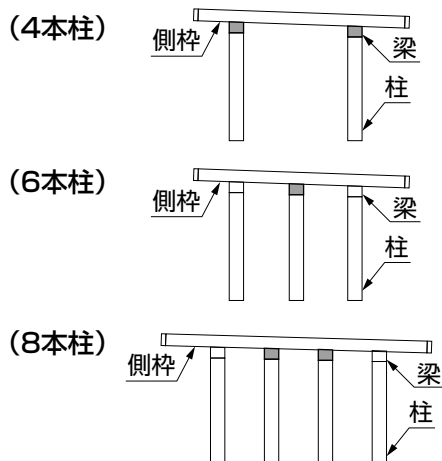

図4-10 側枠取付金具取付位置
- ① 図4-10の取付け位置の梁の水下側に側枠取付金具を仮当てし、取付用の下穴φ3.5をあけて【18-2】で取付けてください。